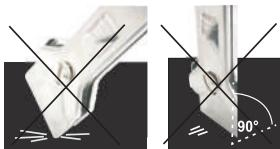

рис. 5
- **Сахар и сладкие блюда** могут сильно повредить стеклокерамическую поверхность (рис. 5), поэтому во избежание повреждения поверхности немедленно удаляйте их с помощью скребка, даже если варочная поверхность еще не остывла.